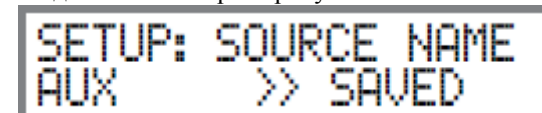

Рисунок 14
7. Для сохранения названия нового входа, нажмите и удерживайте в нажатом положении VOLUME Control до тех пор, пока слово SAVED на короткое время не покажется на дисплее. Смотрите рисунок 14.